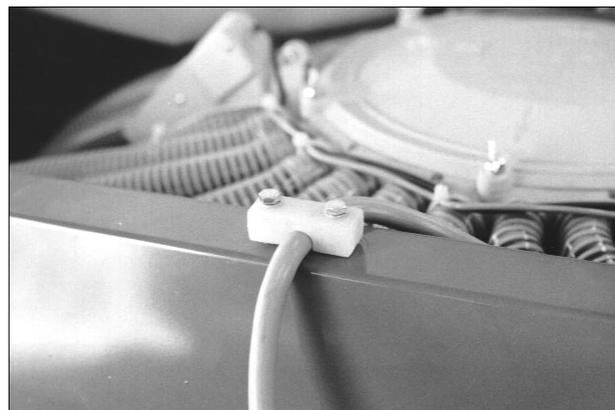

Рис. 21-5
- Если распределитель сигналов находится внутри бункера для семян, то прочно укрепите провод при помощи зажимной детали у верхней стороны бункера для снятия нагрузки при растяжении, см. рис. 21-5.